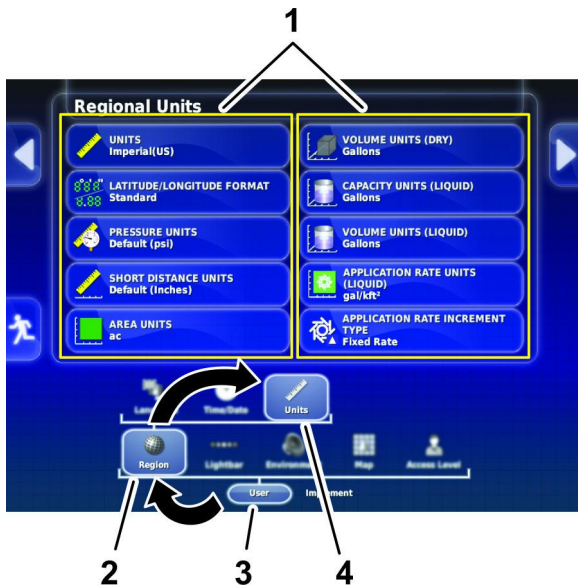

Figure 20
2. Appuyez sur l'icône UTILISATEUR (Figure 20).
3. Appuyez sur l'icône RÉGION (Figure 20).
4. Appuyez sur l'icône UNITÉS (Figure 20).